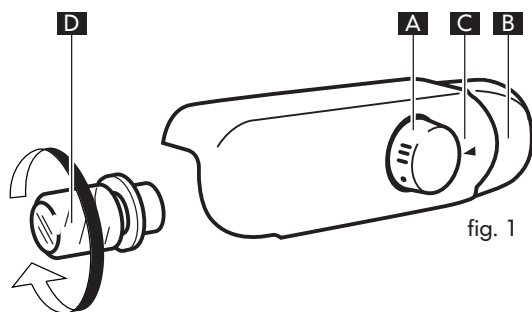

fig. 1
- Si le compartiment réfrigérateur de votre appareil est doté d'un thermostat, la température des deux compartiments se règle à l'aide du bouton du thermostat comme illustré sur la figure 1. Déplacez le bouton sur la position ● pour éteindre complètement l'appareil.
- Si votre appareil dispose également d'un bandeau de commande extérieur avec bouton de réglage en plus du thermostat, la température des deux compartiments doit être réglée séparément. Le bouton du thermostat à l'intérieur du compartiment réfrigérateur est utilisé pour régler la température du compartiment réfrigérateur seulement (voir la fig. 1) tandis que le bandeau extérieur est utilisé pour régler la température du compartiment réfrigérateur.